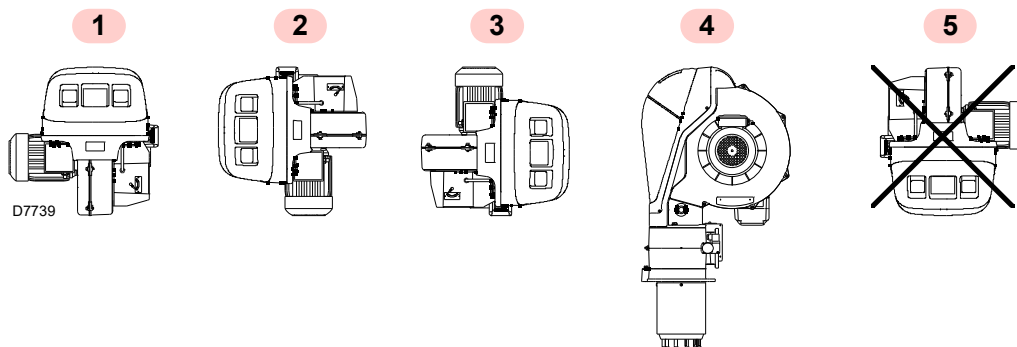

Abb. 13
- Der Brenner kann ausschließlich in den Stellungen 1, 2, 3 und 4 (Abb. 13) betrieben werden.